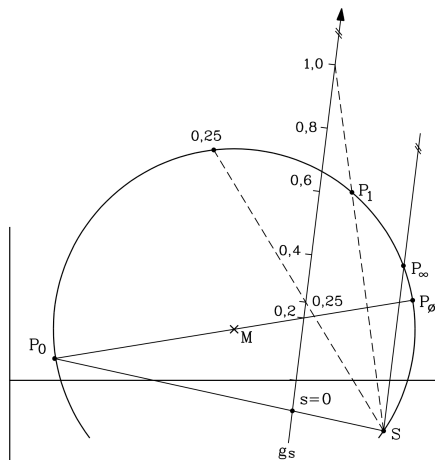
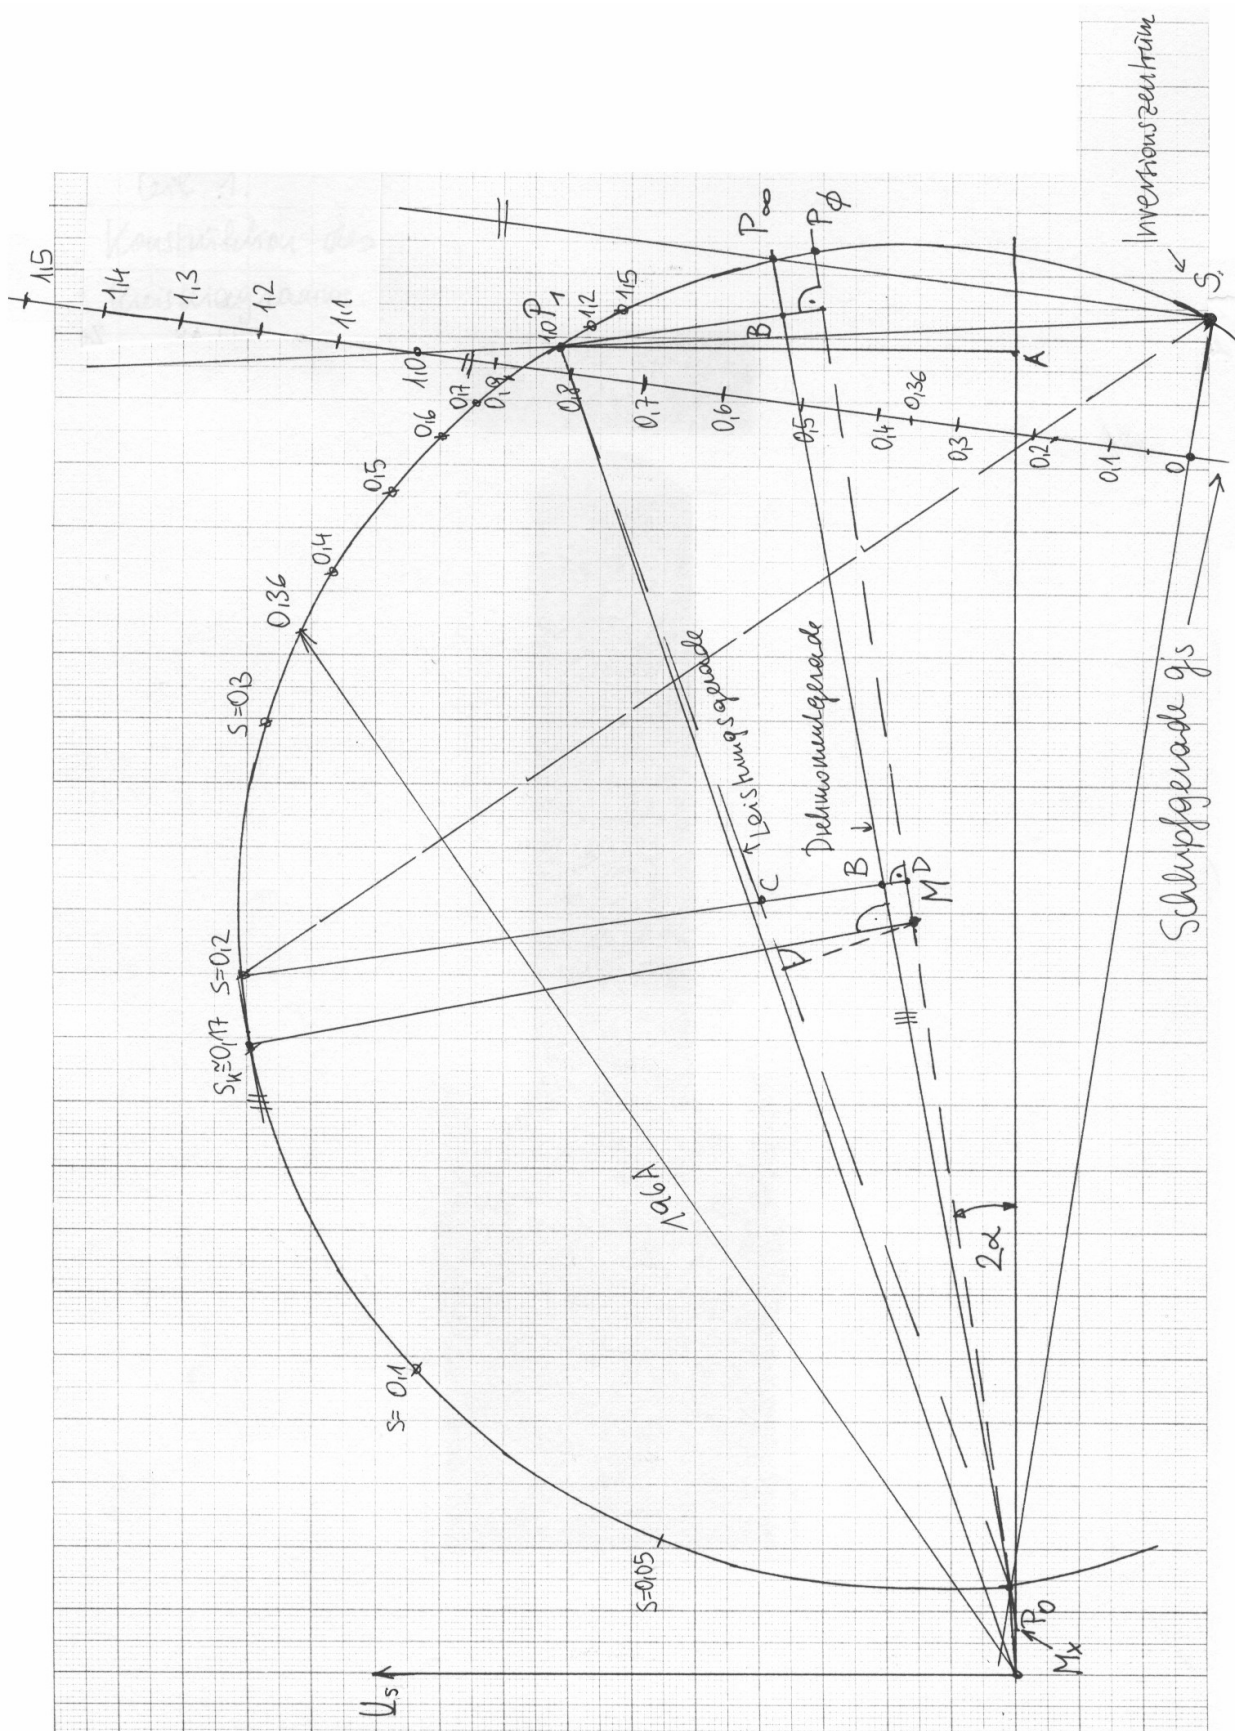

Bild 2.6-1: Konstruktion der Schlupfgeraden
Bild 2.6-4: Konstruktion der Schlupfgeraden und Schlupfbestimmung beim OSSANNA-Kreis
2) Mit der Konstruktion der Schlupfgeraden g_s (Bild 2.6-1) wird Bild 2.6-4 bestimmt.